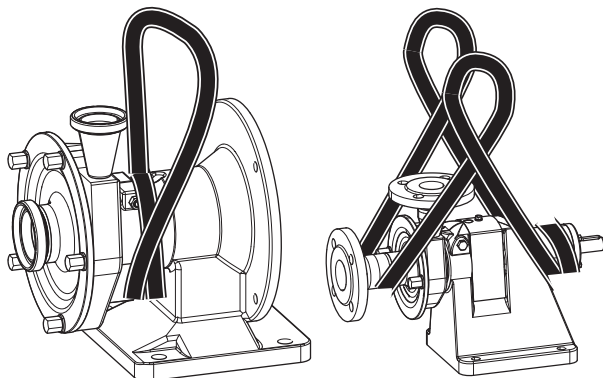

Fig. 57 Transport avec grue
1. Poser la corde ronde deux fois autour du col de la lanterne (voir Fig. 57 « Transport avec grue », Page 34).
1. Poser la corde ronde deux fois autour du bout arrière du palier (voir Fig. 57 « Transport avec grue », Page 34).